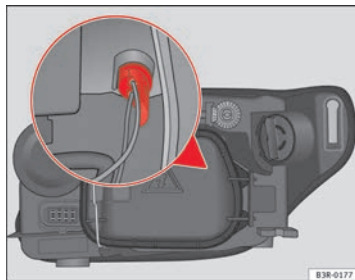

Abb. 207 Glühlampe des Standlichts
- Den Lampenträger durch Ziehen am Halter herausnehmen ⇒ Abb. 207 (kann auch durch Ziehen an den Leitungen des Lampenträgers herausgenommen werden).